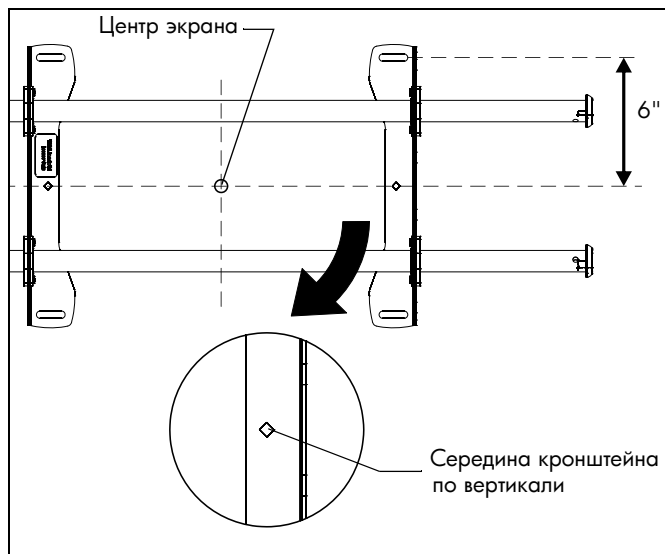

рис. 1
3. Совместите ромбовидное отверстие на кронштейне с отметкой середины экрана, чтобы определить середину по вертикали. (См. рис. 1)
- Совместите ромбовидное отверстие на кронштейне с отметкой середины экрана, чтобы определить середину по вертикали. (См. рис. 1)
- Отмерьте 15,24 см вверх от средней линии и отметьте место верхнего монтажного отверстия. (См. рис. 1)